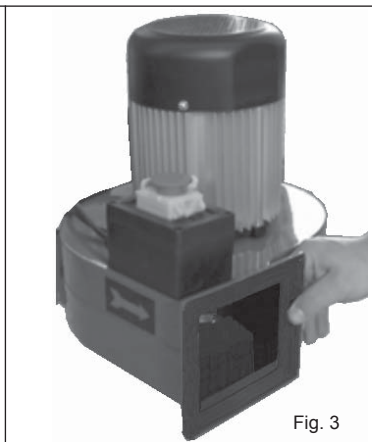

Fig. 3
2. Allineare l'insieme motore con il tamburo per la collocazione dei sacchi. Piazzare la guarnizione e la rete di protezione tra i due pezzi da assemblare, utilizzare le viti, le rondelle e i dadi corrispondenti (**Fig. 3**).